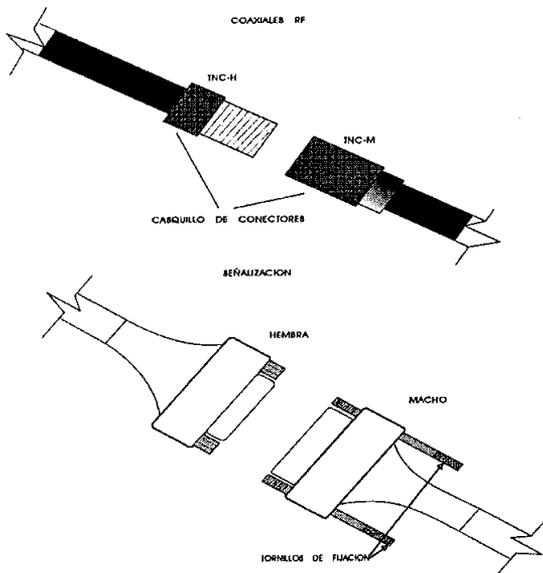

FIG. 7
9. Enrosque adecuadamente los conectores tomándolos por el casquillo de la cuerda (Ver Fig. 7)